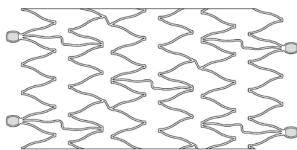

Figura 2 – Stent de nitinol
- Rimuovere il sigillo di spedizione (Figura 2).
- Um stent implantável e autoexpansível de liga de níquel-titânio (nitinol), conforme apresentado na Figura 2. O stent é flexível, sendo constituído por uma prótese de rede fina tubular de desenho helicoidal, que atinge o seu diâmetro de expansão quando é aplicado no vaso pretendido. Quando aplicado, o stent exerce uma força radial, orientada para o exterior, sobre a superfície luminal do vaso, de modo a estabelecer a desobstrução.